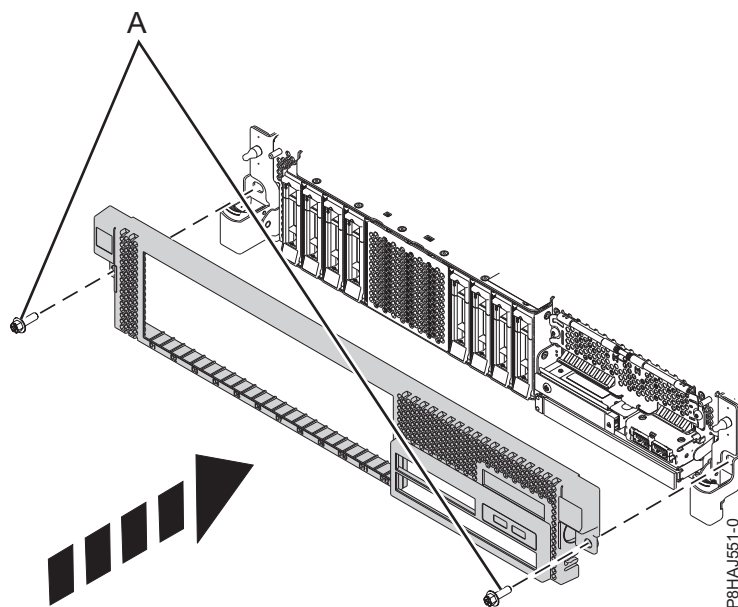

Abbildung 19. Vordere Abdeckung installieren
3. Verriegeln Sie die Entriegelungshebel in die in Abb. 19 auf Seite 39 dargestellte Richtung. Die Abdeckung schnappt ein und weist eine Vertiefung auf, an der Sie sie leichter festhalten können.
4. Bringen Sie die Transportschrauben (A) wieder an.